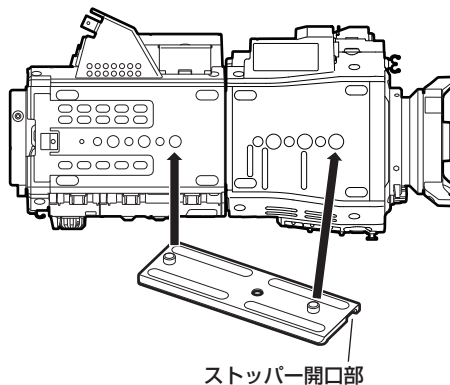

図 2
- 3 スライドレールのストッパー開口部をカメラ本体の前方向に向け、カメラ底面に付属のねじ (2本) で図に示したねじ穴にしっかりと取り付ける。(図 2)